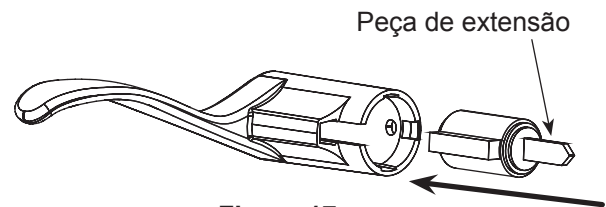

Figura 17
- A. Instale o cilindro na manopla de maçaneta externa como indicado na Figura 17.